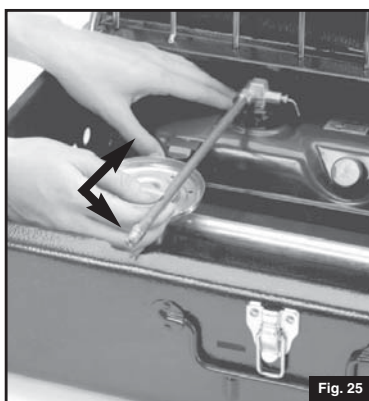

Fig. 25
- Le réservoir se range à l'arrière gauche du réchaud, le volant de la soupape allant sous le rebord arrière du boîtier. (Fig. 25)